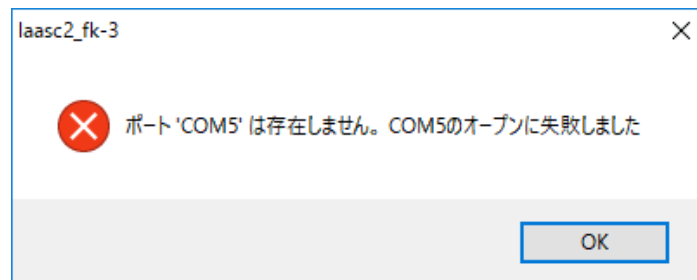

図 3-3 ポート初期化失敗(例:COM5 設定時)
(1) 「ポート 'COM*' は存在しません。COM*のオープンに失敗しました」と表示された場合 (図 3-3)